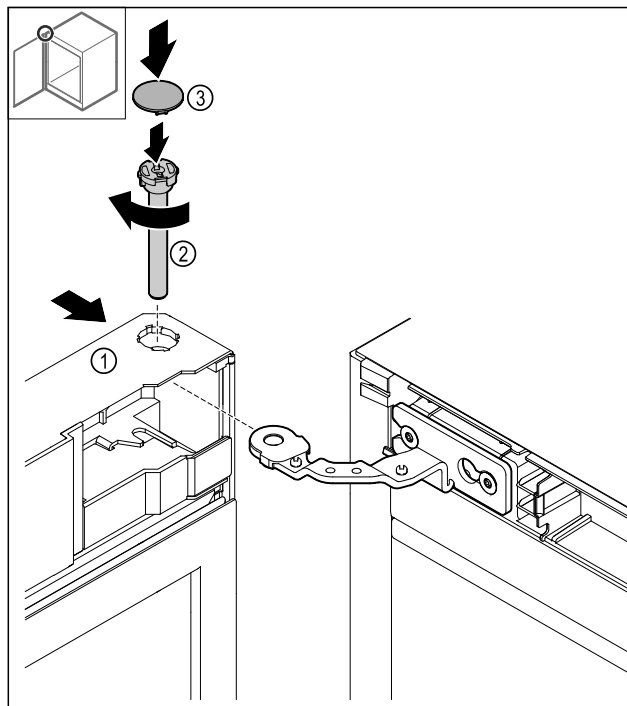

Fig. 44
- Nasuňte dveře Fig. 44 (1) nahoře na závěs.
- Zasuňte čep Fig. 44 (2) a pevně jej utáhněte ve směru hodinových ručiček.
- Nasad'te kryt Fig. 44 (4).